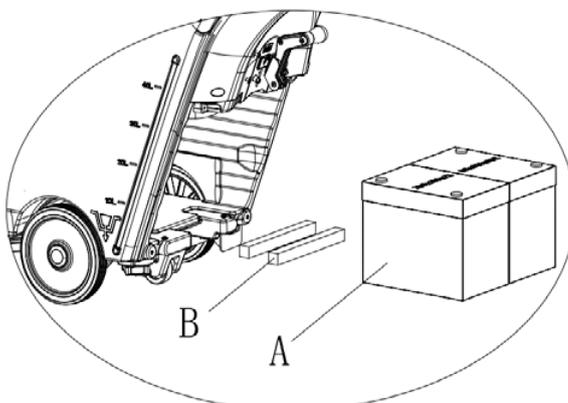

Рисунок 6
- Отключите разъем батареи (9).
- Откройте крышку бака утилизации (24), чтобы проверить, пустой ли бак, если не пустой, то очистите его при помощи сливного шланга (15).
- Отвинтите ручку швабры (16) и снимите разъем шланга всасывания сточных вод (11), чтобы снять швабру.
- Отвинтите винты крышки батарейного отсека (10), чтобы удалить ее.
- Снимите разъем, который соединяет несущую швабру (12) и кронштейн швабры (19), поместите несущую швабру в подходящее место для установки батареи.
- Поместите шланг всасывания сточных вод и сливной шланг в подходящее место, чтобы не мешать установке батареи. (А, Рисунок 6)